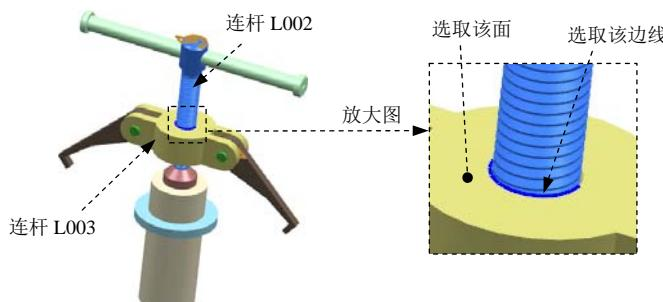

图 10.6.11 定义螺旋副
(1) 定义运动副类型。在“运动副”对话框定义选项卡的类型下拉列表中选择螺旋副选项。
(2) 选择连杆。选取图 10.6.11 所示的连杆 L002。
选项，在模型中选取图 10.6.11 所示的圆弧为定位原点参照；选取图 10.6.11 所示的面作为矢量参考面，单击 按钮，使方向向下。